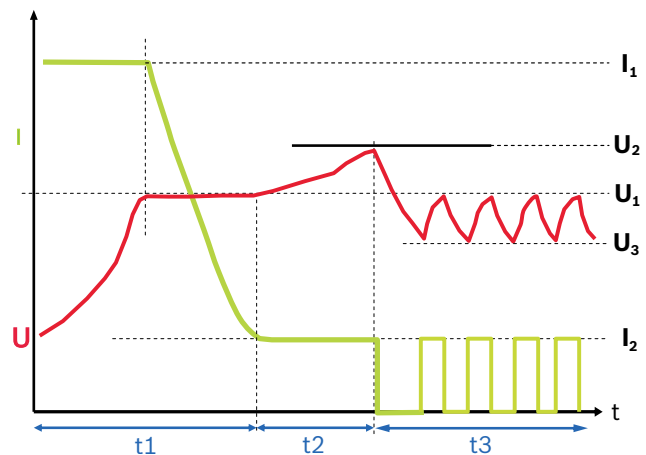

Fig. 4: Curva característica de carga
- 1 Progreso de la carga (ver la curva característica de la carga fig. 4)